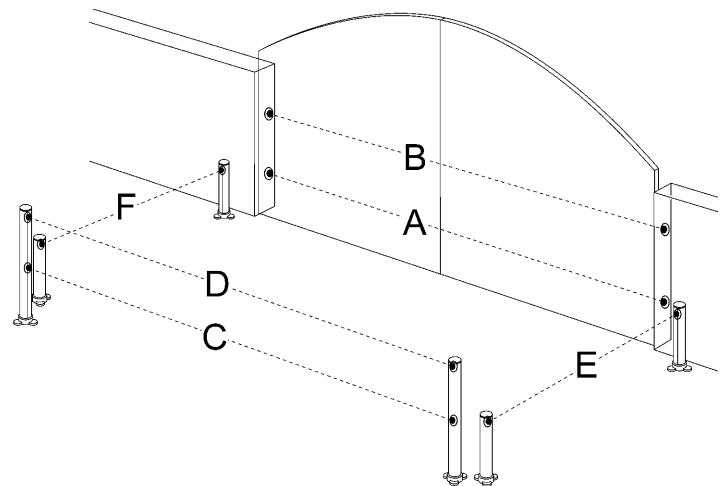

Figure 64
À tout moment, il est possible d'installer d'autres photocellules en plus de celles qui sont fournies de série avec WU2. Dans un automatisme pour portails à 2 battants, il est possible de les placer suivant les indications de la Figure 64.
- 2 Identifier la position dans laquelle elles sont installées suivant la Figure 64 et effectuer la connexion volante suivant le Tableau 11.